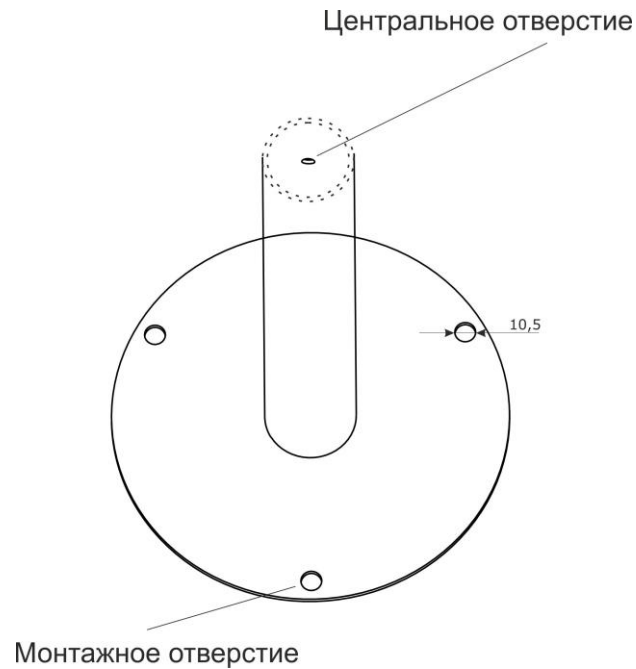

Рисунок 3. Монтажные отверстия в основании
1. Установить основание трубы на нужное место с помощью 3-х анкерных болтов М10 через 3 монтажные отверстия, предварительно пропустив провода линии связи через центральное отверстие трубы (см. рис.3).